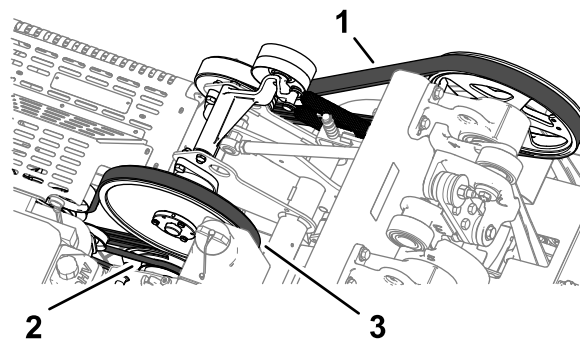

Рисунок 175
2. Проверьте ремни гидравлического насоса, промежуточного вала и коленчатого вала (Рисунок 175) на наличие повреждений, износа, чрезмерных трещин в мягких частях или крупных застрявших загрязнений.